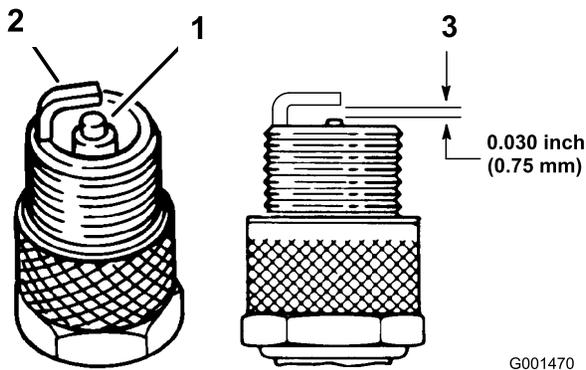

Figure 34
1. Examinez le centre des bougies (Figure 34).
3. Contrôlez l'écartement entre l'électrode centrale et l'électrode latérale (Figure 34). Courbez l'électrode latérale (Figure 34) si l'écartement est incorrect.
3. Branchez les fils aux bougies (Figure 34).